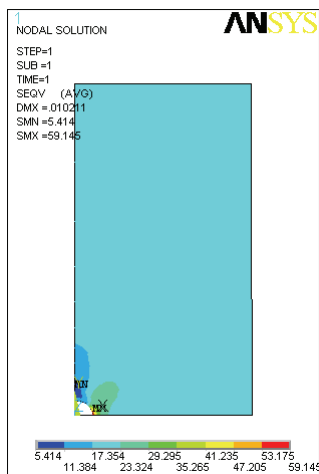

图 7-25 等效应力等值线图
3) 选择 Main Menu | General Postproc | Plot Results | Contour Plot | Nodal Solu 命令，出现 Contour Nodal Solution Data 对话框，选择 Nodal Solution | Stress | von Mises stress，单击 OK 按钮，ANSYS 窗口将显示如图 7-25 所示的等效应力等值线图。